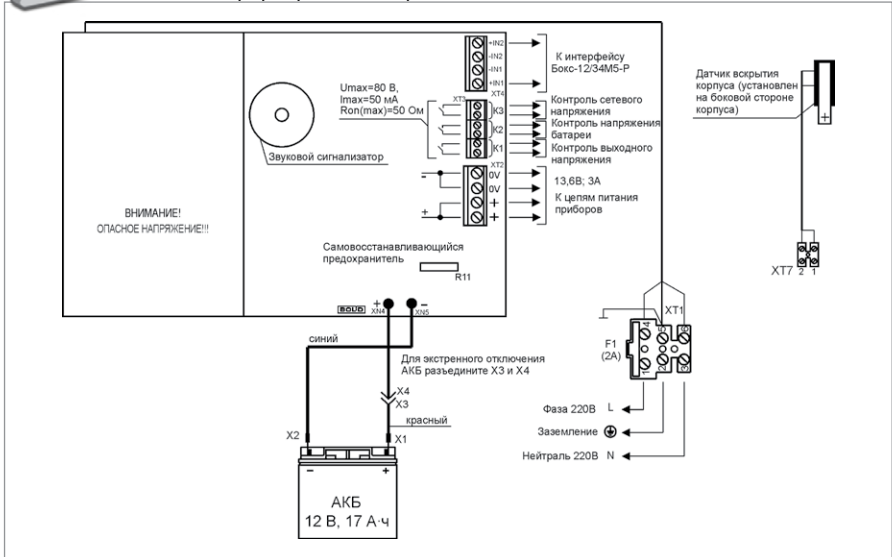
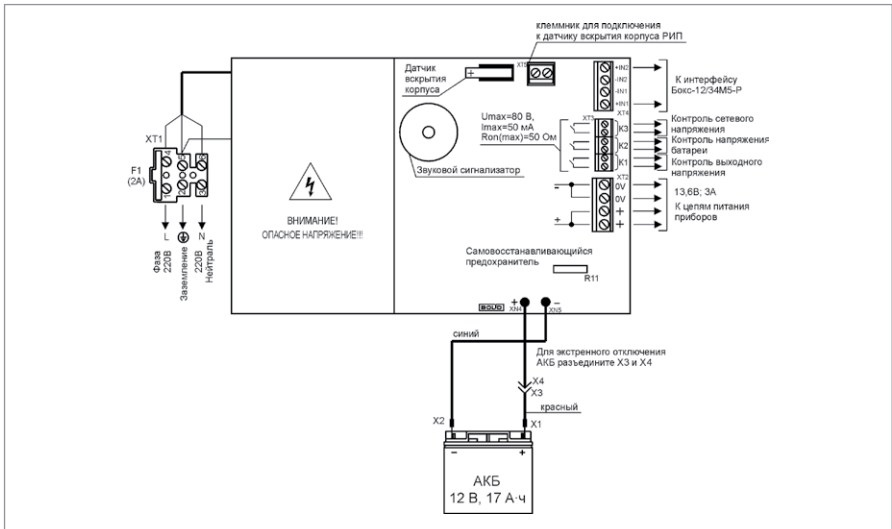
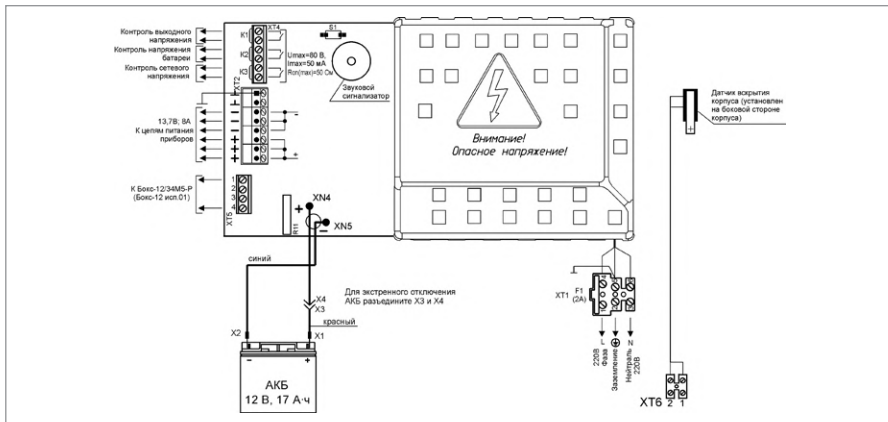

Рисунок 12. Схема подключения РИП-12 исп.15 (РИП-12-3/17M1-Р)
Рисунок 13. Схема подключения РИП-12 исп.16 (РИП-12-3/17П1-Р)
Рисунок 14. Схема подключения РИП-12 исп.17 (РИП-12-8/17М1-Р)
1.5. Схемы подключения РИП-12 исп.15 (РИП-12-3/17М1-Р), РИП-12 исп.16 (РИП-12-3/17П1-Р), РИП-12 исп.17 (РИП-12-8/17М1-Р). приведены на Рисунок 12, Рисунок 13 и Рисунок 14.
2.10. Отключите аккумуляторную батарею от платы РИП, отсоединив контакты Х1, Х2 от клемм АКБ (см. Рисунок 12 и Рисунок 13).